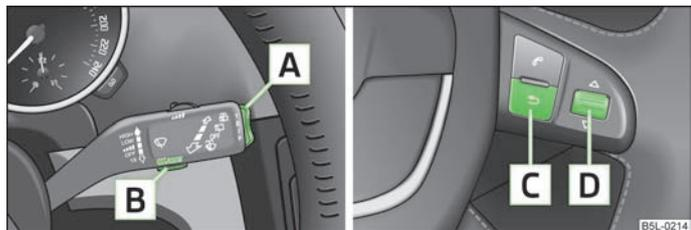

Fig. 7 Ecran d'informations : Organes de commande sur la manette des essuie-glaces/organes de commande sur le volant multifonction
- Appuyez pendant plus d'1 seconde sur la touche à bascule **A** » fig. 7 pour faire afficher le -Menu principal-.
- Appuyez pendant plus d'1 seconde sur la touche à bascule **C** » fig. 7 pour faire afficher le **Menu principal**.